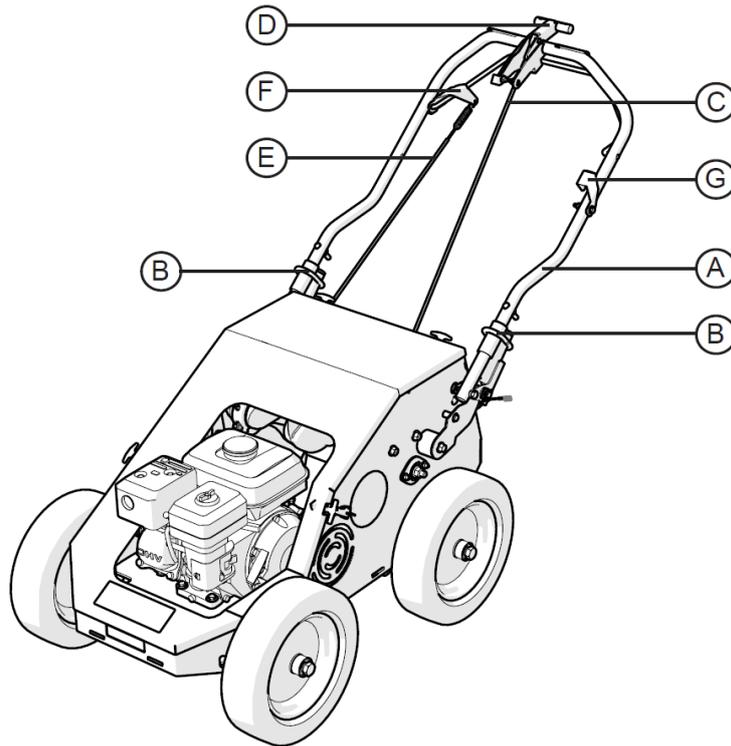

Fig.7
1. **DISTRIBUIRE** l'impugnatura superiore (A, Fig. 7) e far scorrere le linguette di blocco della maniglia (B, Fig. 7) in posizione per bloccare l'impugnatura superiore verso il basso.
2. **ATTACCARE** il cavo del dente (C, Fig. 7) alla leva del dente (D, Fig. 7) nel mezzo della maniglia con il perno di bloccaggio. Quindi collegare il cavo di bloccaggio (E, Fig.7) alla staffa (F, Fig.7). Controllare se i cavi funzionano correttamente prima dell'uso.
4. **COLLEGARE** il cavo della candela. Impostare l'interruttore di arresto del motore (G, Fig.7) sulla posizione ON.